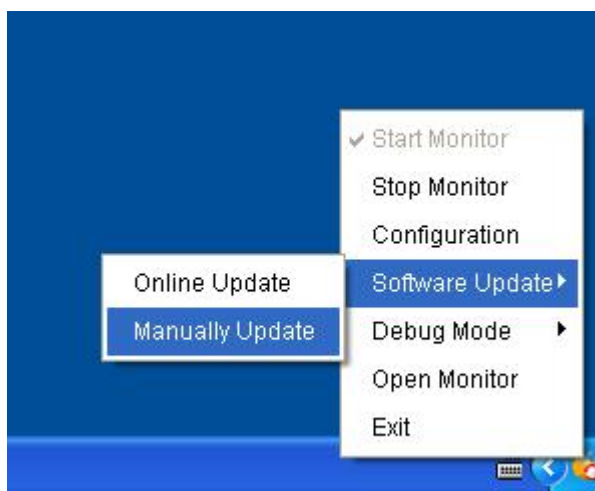

图 3-3
1. 在功能菜单里点击<Manually Update>。请参照图 3-3。